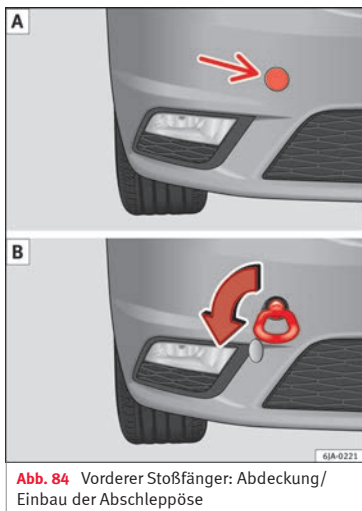

Abb. 84 Vorderer Stoßfänger: Abdeckung/
- Drücken Sie auf den linken Teil der Abdeckung im Bereich des Pfeils »» **Abb. 84 A**.
- Schrauben Sie die Abschleppöse mit der Hand nach links bis zum Anschlag ein »» **Abb. 84 B**.